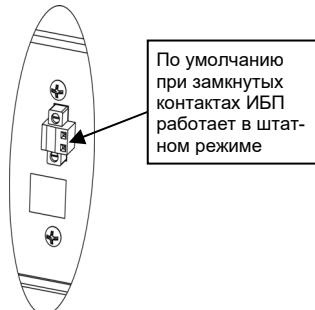

Рисунок 13 – Внешний вид порта дистанционного аварийного отключения (EPO), расположенного на задней панели ИБП
- ИБП оснащен портом дистанционного аварийного отключения EPO (Emergency Power Off) для мгновенного отключения выходного напряжения ИБП при возникновении аварийной ситуации (пожар, стихийное бедствие и т.п.). Порт EPO (рисунок 13) является портом безопасного сверхнизкого напряжения (SELV – Safety Extra Low Voltage). Цепи, подключенные к порту EPO должны быть изолированы от всех первичных цепей. Подключите к контактам соединителя EPO управляющий выключатель. Логика работы порта EPO (выключение ИБП при размыкании или замыкании контактов порта) может быть задана в настройках ИБП (см.табл. 10, параметр с кодом [16]);